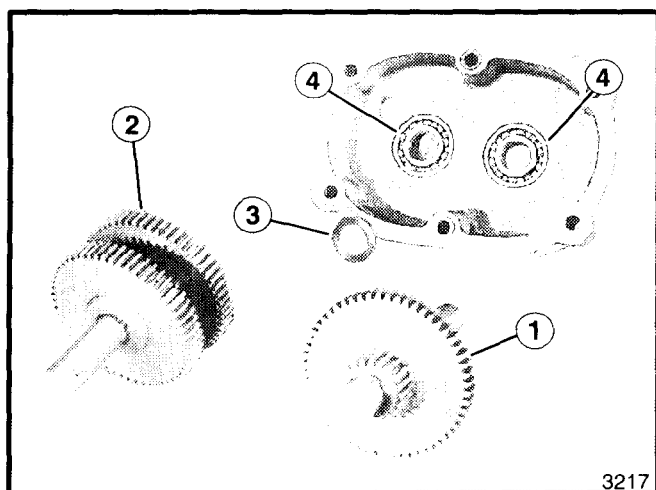

Figura 34. Trasmissione smontata
6. Rimuovere gli ingranaggi, le aste e il distanziatore. Rimuovere anche i cuscinetti e le guarnizioni a tenuta di grasso (vedere figura 34).